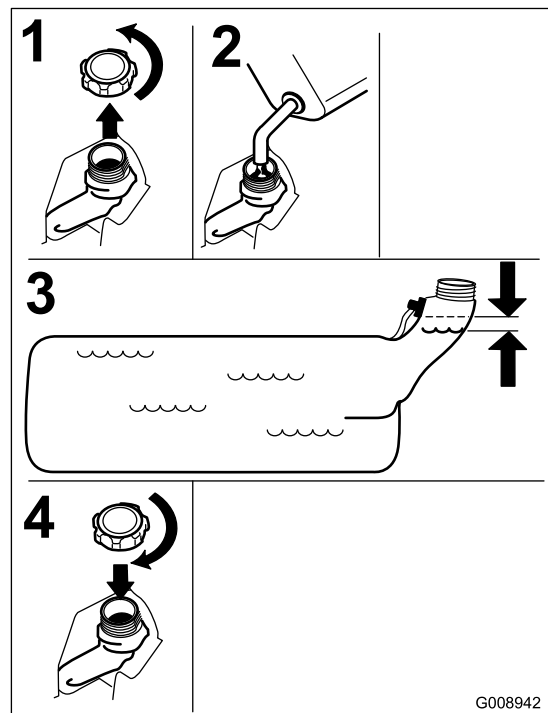

Figure 6
3. Faites le plein de carburant. Laissez un espace suffisant sous le reniflard, comme illustré à la Figure 6.